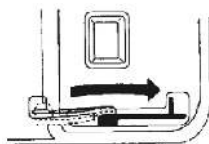

Рис. 10
6. Переведите рычаг заслонки в исходное положение (Рис. 10).